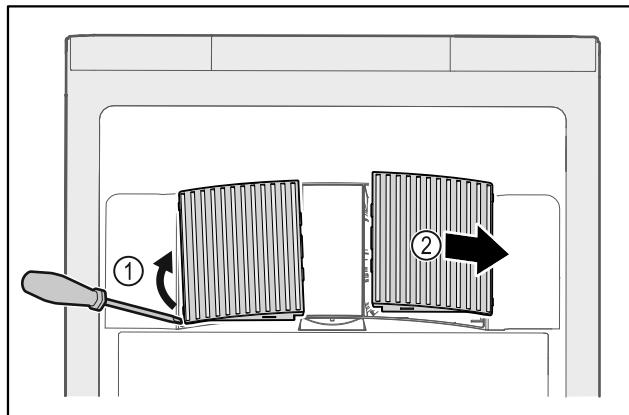

Fig. 171
- Внимателно повдигнете капациите на вентилаторите отстрани Fig. 171 (1) и ги свалете напред Fig. 171 (2).